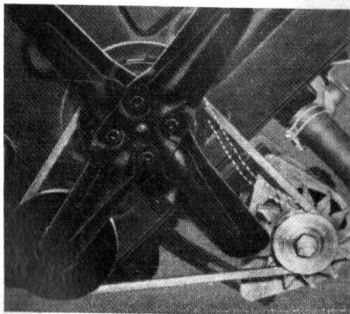

Fig. 20 - Controllo tensione cinghia.
4. Verifica tensione cinghia ventilatore. Con il motore spento premere con il pollice contro la parte della cinghia indicata in fig. 20: se la